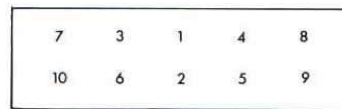

fig.12
- A l'aide d'une clé dynamométrique, vérifier dans l'ordre de la figure 12, le serrage des goujons 1 - 2 - 3 - 4 - 5 - 6 - 7 - 8 - 9 et 10 à 15 mkg, et les goujons 11 - 12 et 13 à 5 mkg.
Il s'effectue à la clé dynamométrique en trois serrages successifs et dans l'ordre de la figure 12 :